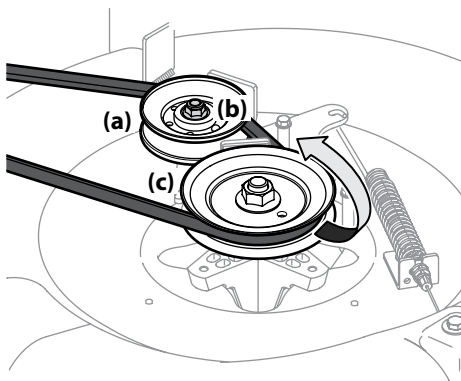

Figura 4-14
7. Afloje la polea loca (plataformas de 24" solamente) (a) para lo cual debe aflojar la tuerca de seguridad con brida (b) que la sujeta, lo suficiente para que quede una holgura para que pase la correa hacia afuera. Extraiga la correa sacándola de la polea de transmisión de la plataforma (c) y de la polea loca (a). Consulte la Figura 4-14.